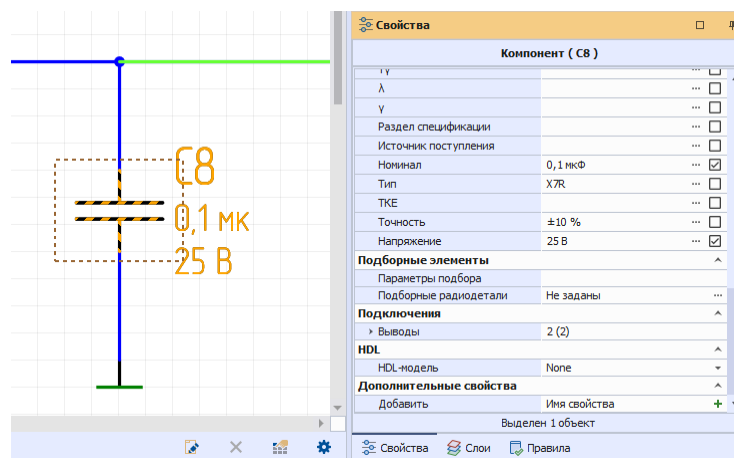

Рис. 81 Отображение категории «Подборные элементы» в свойствах
Для радиодеталей, относящихся к семействам: конденсаторы (C), дроссели (L) и резисторы (R), доступна дополнительная категория свойств – «Подборные элементы», см. Рис. 81.